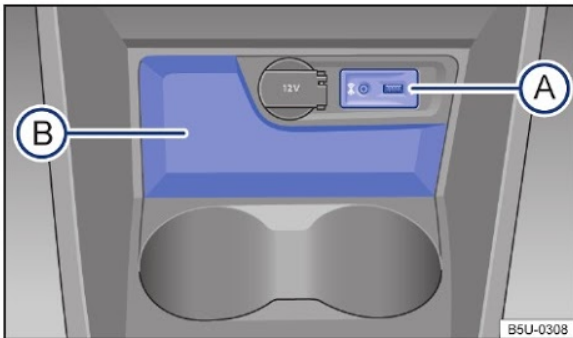

Fig. 94 No console central dianteiro: porta-objetos.
No console central dianteiro, existe um porta-objetos aberto → Fig. 94 (B).